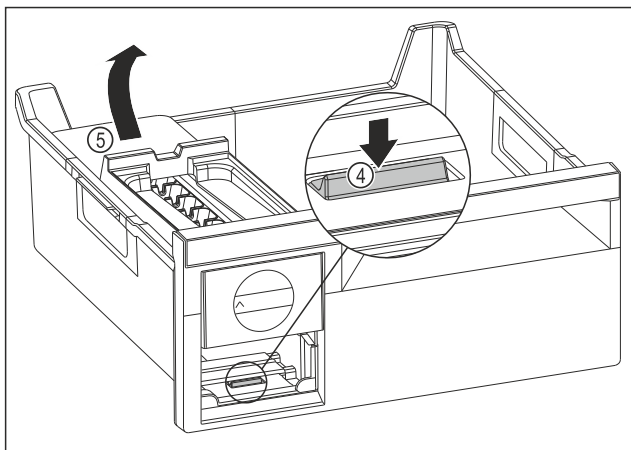

Fig. 82
- ▶ Odstranjevanje glavnega dela EasyTwist-Ice: Spono Fig. 82 (4) s prstom potisnite navzdol in hkrati z drugo roko glavni del EasyTwist-Ice Fig. 82 (5) od zadaj dvignite.